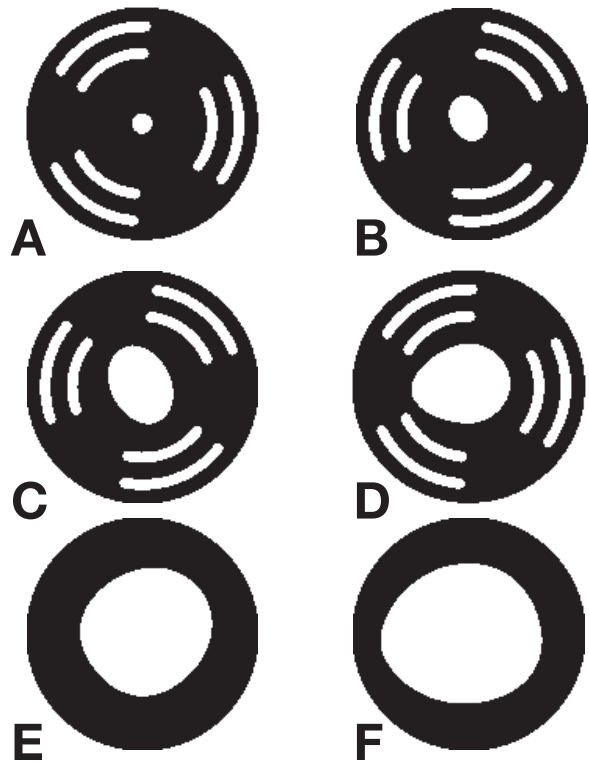

FIGURE 7
1. En utilisant les inserts de table recommandés qui sont illustrés à la Figure 7, sélectionnez l'insert de table désiré.